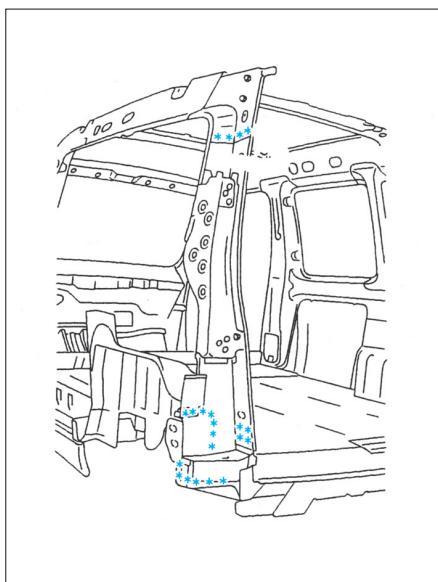

FIG. 155
- Découper par fraiseage des points (Fig.155).